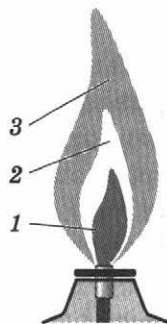

Рис. 6
Зажгите спиртовку и рассмотрите, какое строение имеет пламя. Пламя (рис. 6) имеет три зоны. Темная зона (1) находится в нижней части пламени, она самая холодная. За ней самая яркая часть пламени (2). Температура здесь выше, чем в темной зоне, наиболее высокая температура в зоне 3. Эта зона находится в верхней трети пламени.